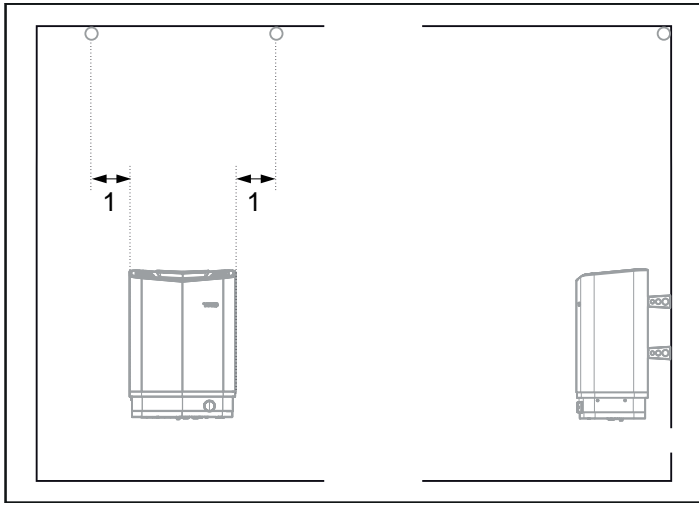

Afbeelding 5: Plaatsing van de kachel - normale installatie
- Plaats de kachel op veilige afstand van de vloer, zijwanden en binneninrichting (zie afbeelding 5).
Plaats de sensor zoals in de afbeelding is aangegeven (zie afbeelding 5).